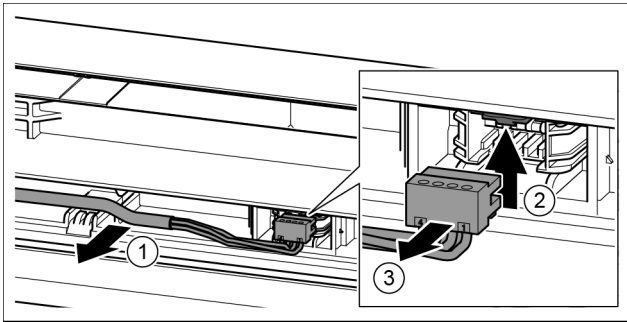

Fig. 19
- ▶ Graues Kabel vorsichtig aus der Führung in der Tür lösen. *Fig. 19 (1)*
- ▶ Lasche nach oben drücken. *Fig. 19 (2)*
- ▶ Stecker vorsichtig herausziehen. *Fig. 19 (3)*